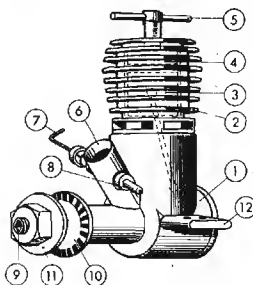

Fig. 233.
Su questo principio sono basati anche i minuscoli motori disponibili in commercio, appositamente studiati per far funzionare modelli di automobili, aeroplani o natanti. A rigore, non si tratta di motori Diesel, perché la loro concezione ricorda piuttosto il motore a due tempi, con carburatore, aperture di entrata e di uscita e canali di collegamento, ma senza candela (fig. 233). Il pistone (3) aspira, nel suo movimento ascendente, la miscela attraverso il tubo (6) nella camera (1), e la spinge nel suo movimento discendente, attraverso un canalino di collegamento, nella camera di scoppio (superiore). La testa di cilindro (2) è priva, come già detto, di candela; essa è chiusa non da un coperchio fisso, ma da un contropistone mobile (4) registrabile mediante la vite (5). Si può dunque restringere lo spazio libero tra pistone (nella sua posizione più alta) e contropistone, ottenendo una compressione sufficiente perché la miscela